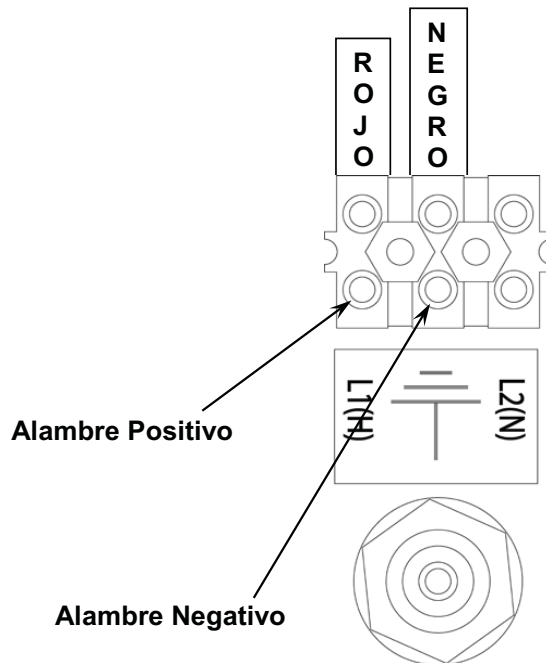

Figura No. 20
Quite $\frac{1}{4}$ " de aislamiento de cada uno de los alambres positivo y negativo de la fuente de alimentación. Suelde con estaño cada alambre. Conecte el alambre de la fuente de voltaje positivo (+) a la terminal marcada L1(H) en el bloque de terminal como se muestra a continuación. Conecte el alambre de la fuente de 3 voltaje negativo (-) a la terminal marcada GND en el bloque de terminal como se muestra en la Figura No. 20 a continuación.